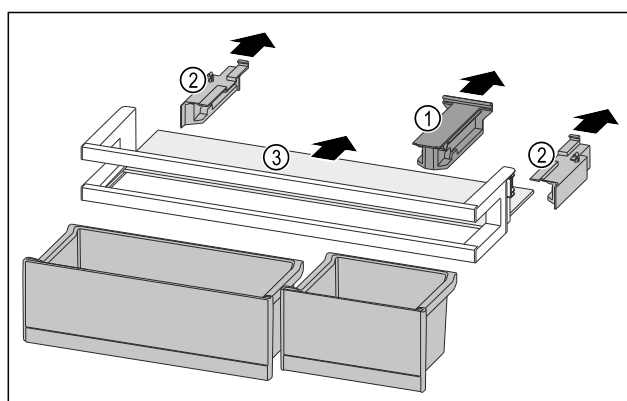

Fig. 180
- Retirer la pièce de retenue Fig. 180 (1).
- Retirer les parties latérales Fig. 180 (2).
- Retirer la tablette de rangement Fig. 180 (3).